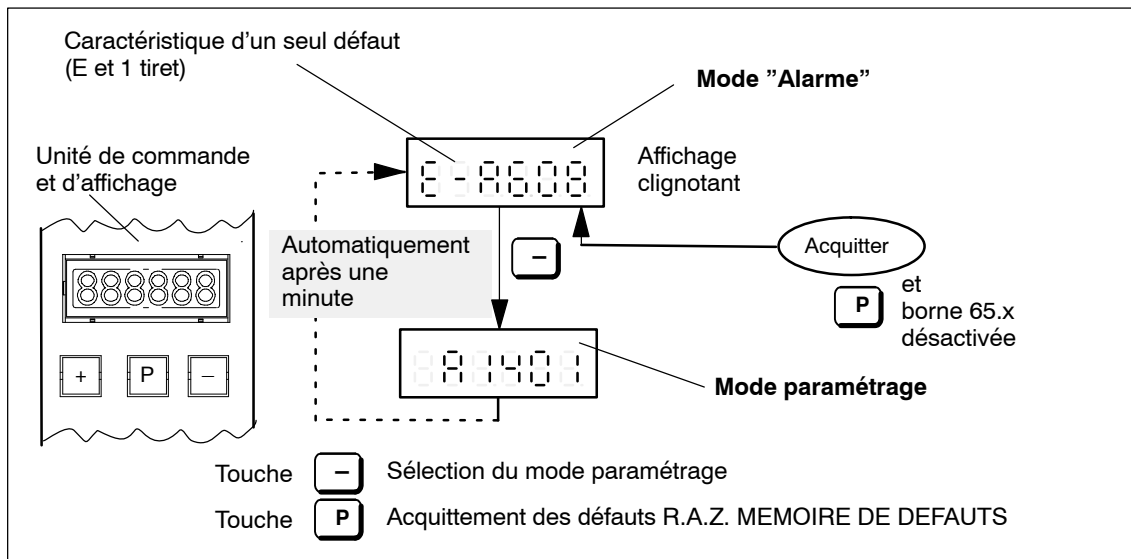

Fig. 7-1 Gestion d'un seul défaut
1. Un seul défaut est survenu (voir fig. 7-1).